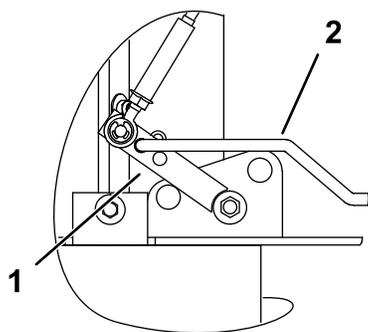

Figura 5
3. Enrosque la varilla de acoplamiento de engranado de la toma de fuerza en la horquilla de la palanca acodada de la unidad motriz y, a continuación, conecte el otro extremo al brazo de ayuda y fíjelo con la chaveta (Figura 5).